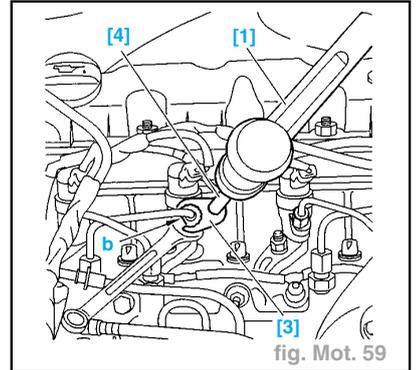

fig. Mot. 59
- le raccord (9) à **2 daN.m**,
- le raccord (10) à **2 daN.m** ; appliquer un contre-couple en "a".
- Appliquer un contre-couple en "b" (fig. Mot. 59).